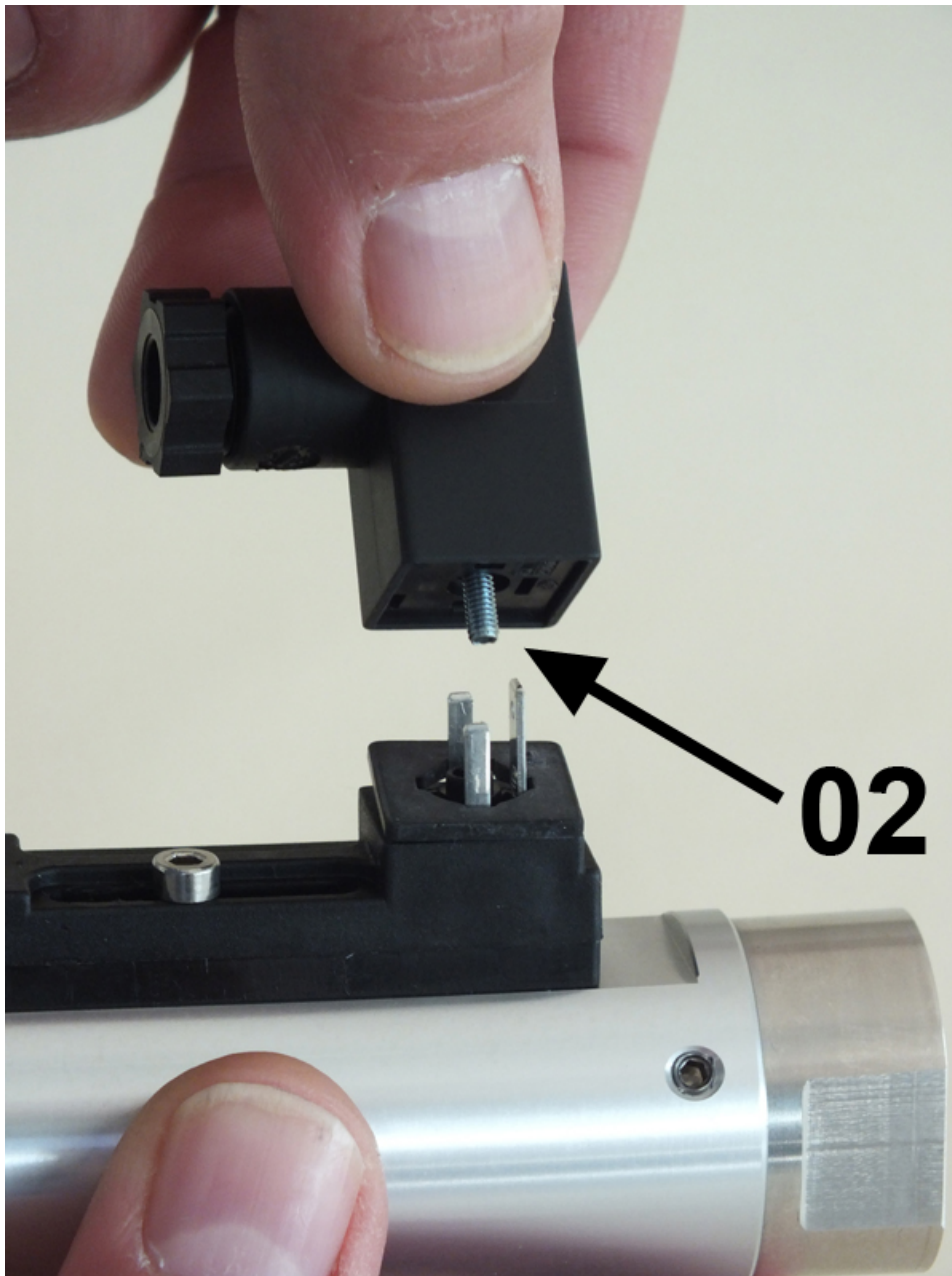

Abb. 54: Steckerdose abziehen
2.  Steckerdose mit dazugehöriger Dichtung (Abb. 54/02) nach oben abziehen